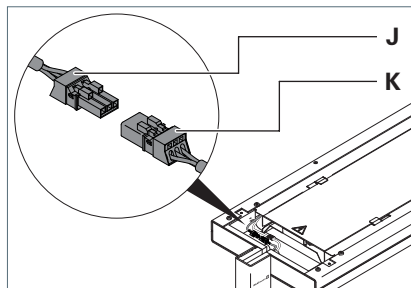

Fig. 16: Collegamento della testa dell'apparecchio d'illuminazione, parte 2.
- Collegare la presa **J** alla spina **K** della testa dell'apparecchio d'illuminazione, vedi Fig. 16.